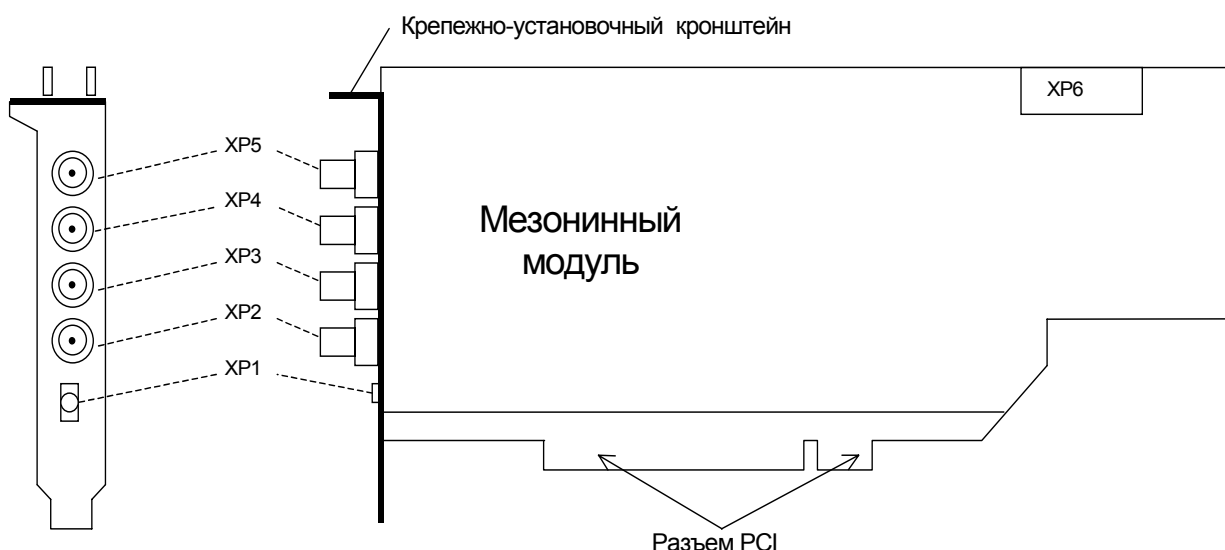

Рис. 4.1. Схема расположения разъёмов.
- 4.2.5. Для предотвращения выхода из строя платы ЛА-н10м8РСІ-0108-500 на входные разъемы необходимо подавать сигналы с параметрами, указанными в таблице (Таблица 4. 1). Расположения разъемов указано на рисунке (Рис. 4.1).